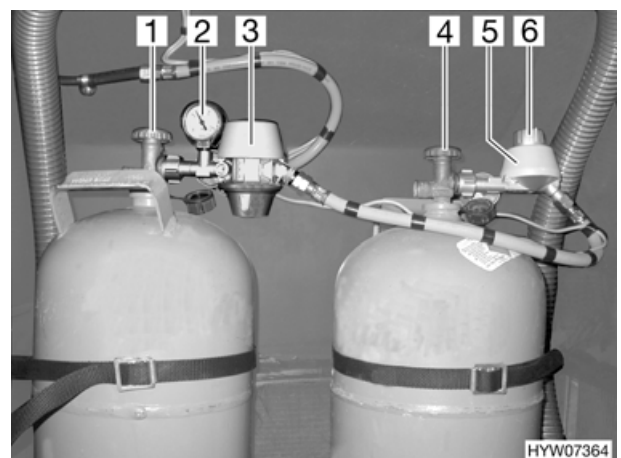
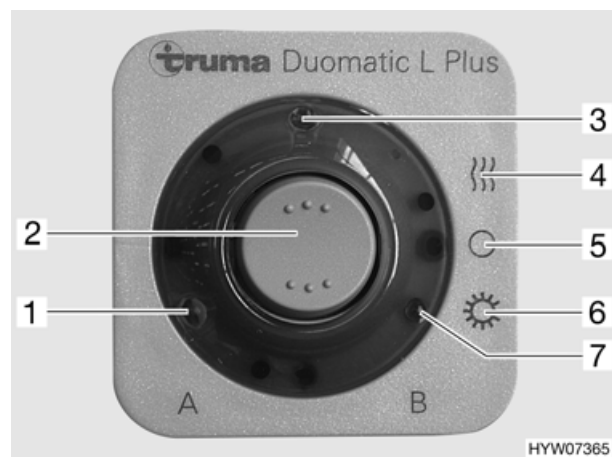

Bild 52 Duomatic-Umschaltanlage
Bild 53 Fernanzeige
Die Duomatic-Umschaltanlage besteht aus einem Zentralregler (Bild 52,3) und einem Umschaltregler (Bild 52,5). Mit dem Drehknopf (Bild 52,6) am Umschaltregler kann bestimmt werden, welche der Gasflaschen als Betriebsflasche und welche Gasflasche als Reserveflasche verwendet wird. Beide Regler sind mit einem Druckwächter und der Regler-Enteisungsanlage Eis-Ex ausgestattet. Das Manometer (Bild 52,2) am Zentralregler zeigt den Druck in der Gasflasche an, nicht den Füllstand der Gasflasche. Mit dem Manometer kann die Gasflasche auf Dichtheit geprüft werden. Das Bedienteil (Bild 53) schaltet nur die elektrischen Funktionen. Die Haupt-Absperrventile der Gasflaschen (Bild 52,1 und 4) müssen von Hand geöffnet werden.
- Die Haupt-Absperrventile an den Gasflaschen (Bild 52,1 und 4) öffnen.
- Mit dem Drehknopf (Bild 52,6) am Umschaltregler (Bild 52,5) die Gasflasche wählen, der vorrangig das Gas entnommen werden soll (Betriebsflasche). Den Drehknopf immer bis zum Anschlag drehen.
Wenn der Drehknopf im roten Bereich steht, wird das Gas vorrangig der Gasflasche mit dem Zentralregler (Bild 52,3) entnommen.
Wenn der Drehknopf im grünen Bereich steht, wird das Gas vorrangig der Gasflasche mit dem Umschaltregler (Bild 52,5) entnommen.
- An der Fernanzeige (Bild 53) die Betriebsart wählen und die Duomatic-Umschaltanlage einschalten. Beide Gasdruckregler sind jetzt entlüftet.
Mit der Fernanzeige (Bild 53) wird die Betriebsart gewählt. Außerdem signalisiert die Fernanzeige im Fahrzeuginneren, welche Gasflasche leer ist.
Die Betriebsart mit dem Wippschalter (Bild 53,2) einstellen. Bei Betrieb leuchtet die Betriebsanzeige (Bild 53,3).
- Winterbetrieb "Ein und Heizen" (Bild 53,4)
- Aus (Bild 53,5)
- Sommerbetrieb "Ein" (Bild 53,6)
- Kontroll-Leuchte "A" (Bild 53,1): Gasflasche am Zentralregler
- Kontroll-Leuchte "B" (Bild 53,7): Gasflasche am Umschaltregler